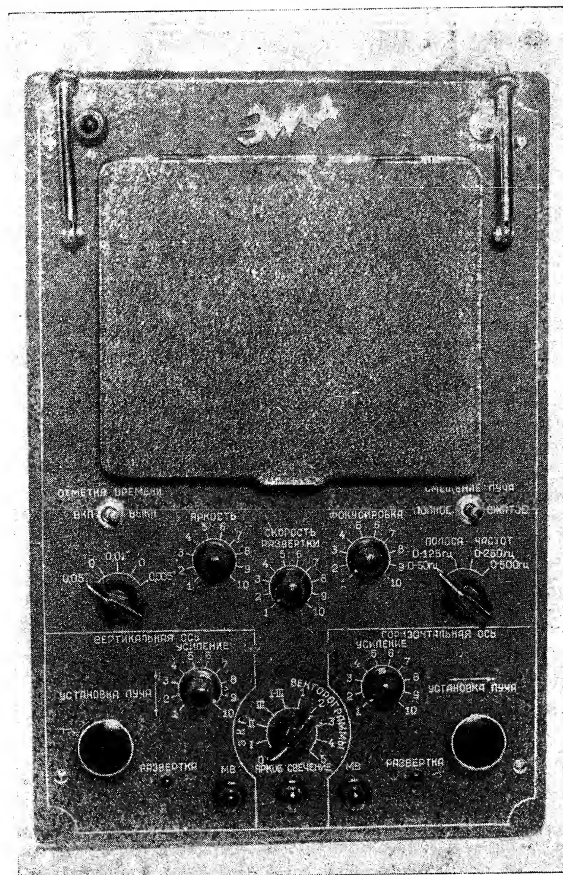

Рис. 3. Панель управления.
При первом включении аппарата в сеть нужно осмотреть положение всех ручек и выключателей на панели управления. При этом следует обратить внимание на то, что ручки и кнопки общего управления находятся в центре, а ручки и кнопки, относящиеся к определенному каналу усиления, очерчены кривой линией. (см. рис. 3).
3. Поставить выключатель с надписью «Сеть» (см. рис. 3) в положение «Вкл». После этого должна загореться сигнальная лампа, установленная на панели управления. Включенный аппарат должен прогреться в течение 2—3 минут.